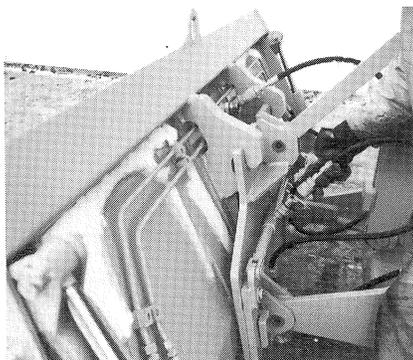

FIG. 25
- 3 Pour le montage d'un godet multifonctions, procéder d'abord suivant paragraphes 1 et 2, ensuite relier la commande hydraulique du godet à l'installation hydraulique du support de changement fig. 25.